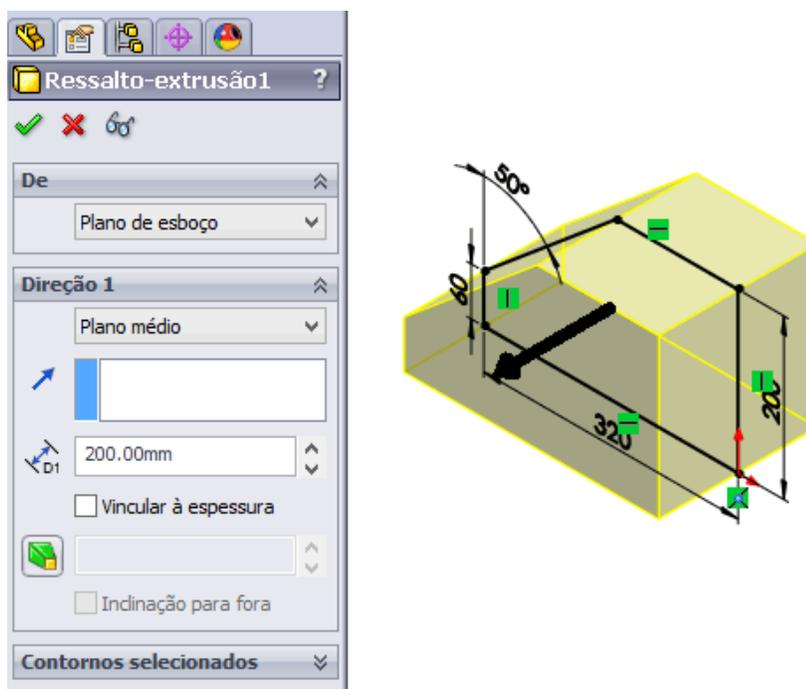

Figura 2.7 - Propriedades de Ressalto/ base extrudado para a garagem.
1.3. Clique na aba **Recursos** e selecione a ferramenta **Ressalto/ base extrudado**, configurando suas propriedades conforme a Figura 2.7. Clique em